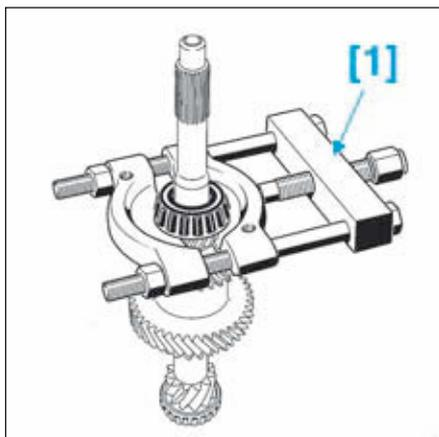

FIG.23
- Déposer les roulements à l'aide d'un décolleur [1] et d'une presse d'atelier (Fig.23).